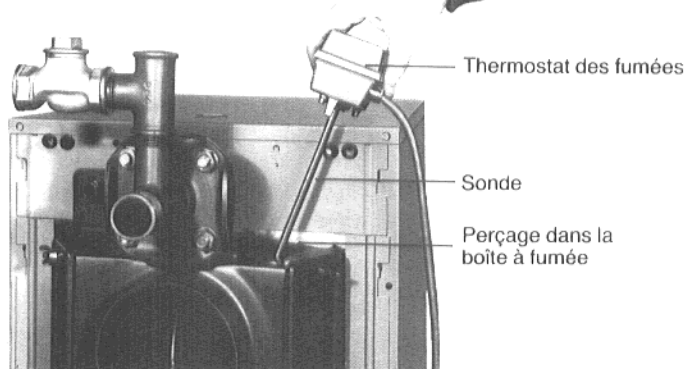

Fig. 11
- Introduire le thermostat des fumées avec la sonde dans le perçage à gauche de la boîte à fumée (voir également les fig. 11 et 12). Dévisser auparavant le boulon à tête hexagonale.